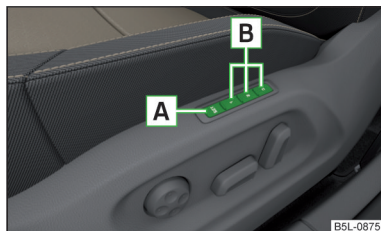

Fig. 57
Debajo de las teclas de memoria **B** en el asiento del conductor se puede guardar un ajuste de la posición del retrovisor externo y del asiento del conductor **» fig. 57.**
- Mantener pulsada la tecla **SET A** **» fig. 57** y presionar dentro de 10 segundos al mismo tiempo la tecla de memoria **B** deseada. El almacenamiento es confirmado por una señal acústica.
- Conectar el encendido y pulsar la tecla de memoria deseada **B** **» fig. 57.**
- Mantener pulsada la tecla de memoria **B** **» fig. 57.**
- Mantenga pulsada una tecla cualquiera de la memoria **B** **» fig. 57 de la pág. 73.**
- Mantener presionada la tecla **SET** **[A]** » fig. 57 de la pág. 73. Pulse simultáneamente la tecla **⏪** en la llave con mando a distancia al cabo de 10 segundos. La desactivación es confirmada por una señal acústica.